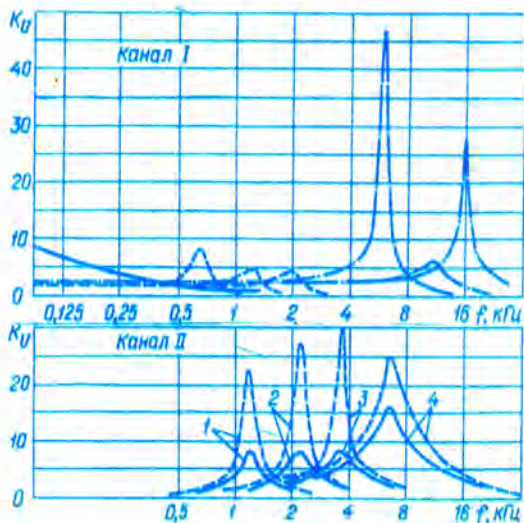

Рис. 2
АЧХ первого (I) активного канала показаны на рис. 2, а, второго (II) — на рис. 2, б. Сплошной линией на рис. 2, а изображена АЧХ ФНЧ, штри- ховыми и штрих-пунктир- ными — АЧХ полосового фильтра соответственно при максимальном и минимальном сопротивлениях переменного резистора R6. На рис. 2, б сплошной линией выделены АЧХ контура L1C7—C9, шун- тированного резистором R13 (выключатель SA1 — в по- ложении, показанном на схеме), штриховой — без шунта. Циф- рой 1 обозначены АЧХ, полу- чающиеся при включении (переключателем SA3) в коле- бательный контур конденса- тора C9, цифрой 2 — конде- нсатора C7 (переключателем